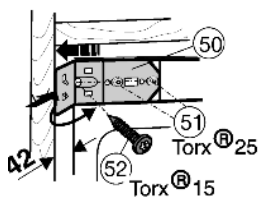

Fig. 23
- ▶ Empurrar o ângulo de fixação Fig. 23 (50) contra a parede do armário e apertar os dois parafusos M5, Torx 25 Fig. 23 (51).
- ▶ Fechar a aba do ângulo Fig. 23 (50).